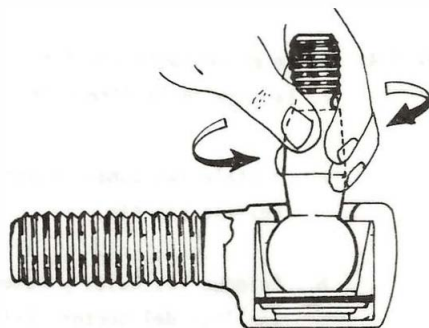

Fig. 10
PASO 7: Revise el desgaste de los extremos de las barras (rótulas de terminales) haciéndolas girar con las manos (fig. 10).